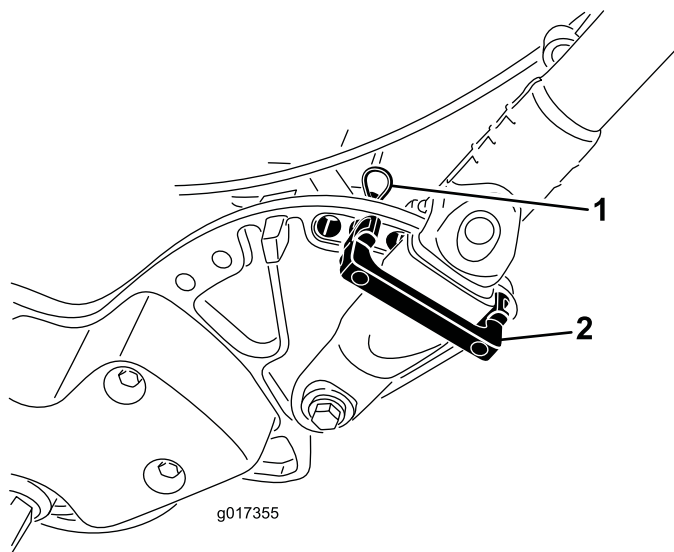

Рисунок 9
2. Поверните рукоятку в нужное рабочее положение, вставьте фиксатор рукоятки поверх зажима рукоятки и в соответствующие отверстия в боковой пластине (Рисунок 9).
3. Закрепите зажим с помощью игольчатого шплинта (Рисунок 9).
1. Поддерживая рукоятку, снимите кабельные хомуты, которые крепят зажимы рукоятки к боковым пластинам (Рисунок 9).